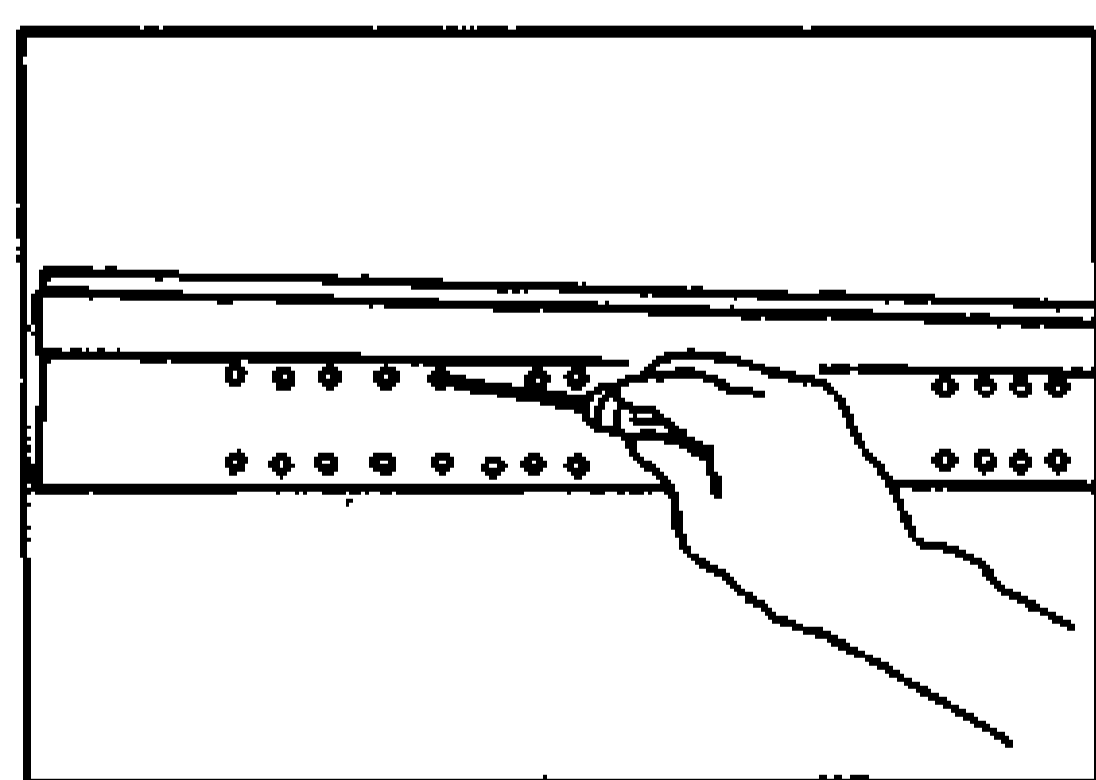

图 7-2-8
(5) 用螺钉将吊板固定在墙壁上选定的位置。如墙壁为混凝土结构，应使用市售的地脚螺栓（M6）如图 7-2-8 所示。